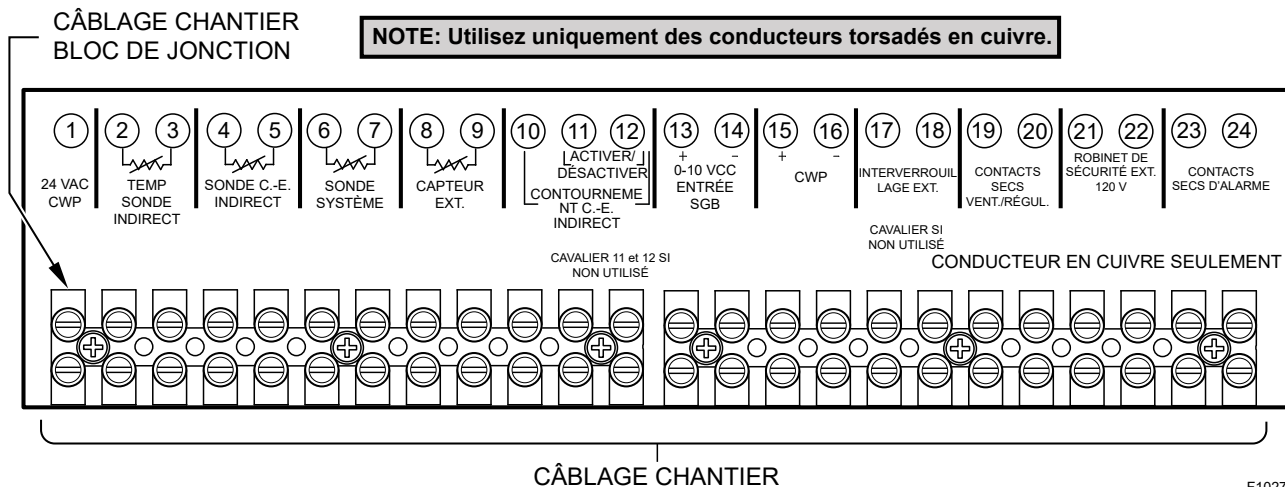

Figure 34. Câblage basse tension au chantier
2. Pour activer cette fonction de commande à distance, réglez le micro-interrupteur DIP 5 à la position UP sur la carte PIM. Le micro-interrupteur DIP 5 bascule entre un signal EMS (UP) ou le signal VERSA (DOWN). Le micro-interrupteur DIP 2 de la carte PIM bascule entre une entrée Direct Drive (UP) et une température de consigne cible (DOWN).
4. Connectez un système de gestion de l'énergie ou tout autre module de commande auxiliaire aux bornes marquées 0-10V (+/-). Voir **Figure 34**. Portez une attention particulière pour éviter que toute partie du circuit +0-10 V n'entre en contact avec une surface mise à la terre.
Connectez le câblage aux bornes Enable/Disable (bornes 11, 12), comme illustré à la **Figure 34**, à la place du cavalier qui avait été installé à l'usine. Toute fermeture des contacts secs, notamment ceux d'un thermostat distant, reliés à ces bornes, mettra la chaudière en marche.
1. Lorsque la sonde système est utilisée, connectez ses fils aux bornes (6, 7) marquées SYSTEM SENSOR. Voir **Figure 34**.
1. Si le système doit comporter un capteur extérieur, connectez les fils du capteur aux bornes (8 et 9) marquées OUTDOOR SENSOR. Voir **Figure 34**.
Connectez les fils de la sonde du chauffe-eau indirect aux bornes (4 et 5) marquées INDIRECT DHW SENSOR. Voir Figure 34. Veillez à ce qu'aucune des bornes ne soit mise à la terre. Lors de l'utilisation de la sonde du chauffe-eau indirect pour réguler la température du réservoir, les contacts de contournement (override) du chauffe-eau indirect doivent être fermés.
2. Connectez le débitmètre de la boucle secondaire aux bornes 6 et 7 du bornier de la chaudière principale. Voir **Figure 34**.
3. Connectez le capteur de température extérieur aux bornes 8 et 9 du bornier de la chaudière principale. Voir **Figure 34**.
4. Connectez le câblage Enable/Disable aux bornes 11 et 12 du bornier de la chaudière principale. Cette connexion doit être fournie par la fermeture des contacts secs. Voir **Figure 34**. L'application d'une tension de 24 VCA à ces bornes entraînera la fonte du fusible de la carte PIM.
Les bornes de l'alarme sont des contacts secs d'une capacité de 3A devant être raccordés à un relais normalement ouvert qui se referme en cas de panne ou de verrouillage. La tension maximale à travers ces contacts est de 30 VCA ou 30 VCC. Voir Connexions à effectuer au chantier, **Figure 34**.